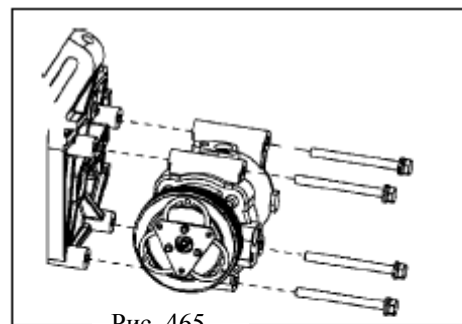

Рис. 465
(1) Отсоедините кабели
(2) Снимите 4 болта и отсоедините компрессор (рис. 465)